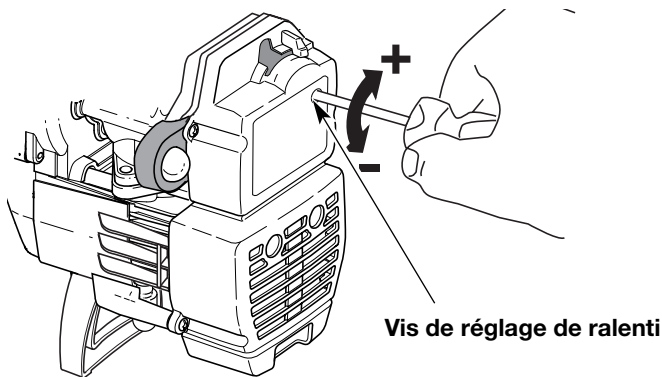

Fig. 17
2. Relâchez le levier d'accélérateur et laissez le moteur au ralenti. Si le moteur s'arrête, insérez un petit tournevis à embout cruciforme dans le trou du filtre à air/couvercle du silencieux (Fig. 17). Vissez la vis de ralenti de 1/8 de tour à la fois (selon le besoin) jusqu'à ce que le moteur se mette bien au ralenti.
Le régime ralenti du moteur est réglable par le couvercle du filtre à air/silencieux (Fig. 17).